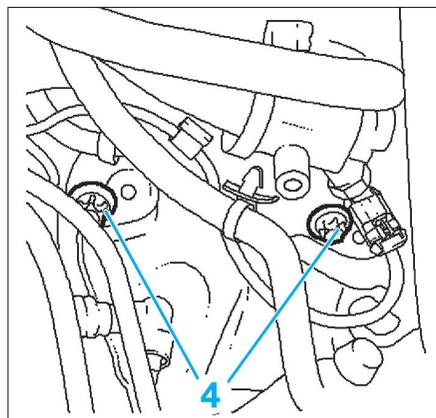

FIG. 5
- Déposer les 2 vis supérieures (4) du tour de boîte (Fig.5).